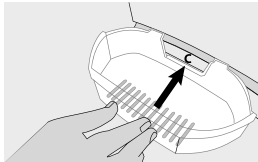

Figura 38
- Luego haga presión para introducir la guía de anclaje "C" en el canal inferior (Figura 38)